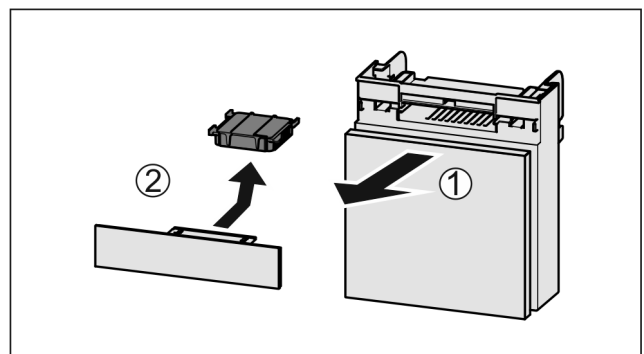

Fig. 122
- ▶ Lade vanaf de voorkant eruit trekken Fig. 122 (1).
- ▶ Actiefkoolfilter verwijderen Fig. 122 (2).